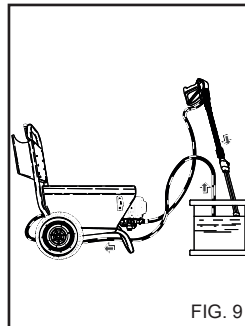

FIG. 9
1) Huuhtele korkeapaineinen vesipiiri pesuaineen käytön jälkeen: käytä pumpputta 1 minuutin ajan annosteluhana täysin suljettuna. (Fig. 9).
4) Huuhtelee imupiiri puhdistusaineen käytön jälkeen. Sijoita puhdistusaineen imuputki (Fig. 9) puhdasta vettä sisältävään säiliöön, aseta suihkuputki puhdistusaineen syöttötavalle ja käytä pumppua 1 minuutin ajan.